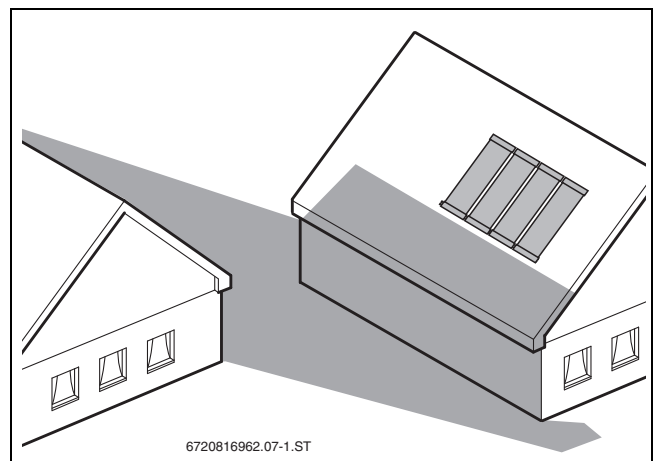

Bild 10 Verschattungen vermeiden
- Mögliche Verschattungen vermeiden (→ Bild 10).